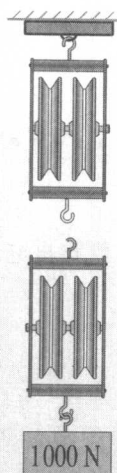

图 9-18
3. 如图 9-18 所示, 怎样连接滑轮组才能用 250 N 的力将重物吊起? (不计动滑轮重)